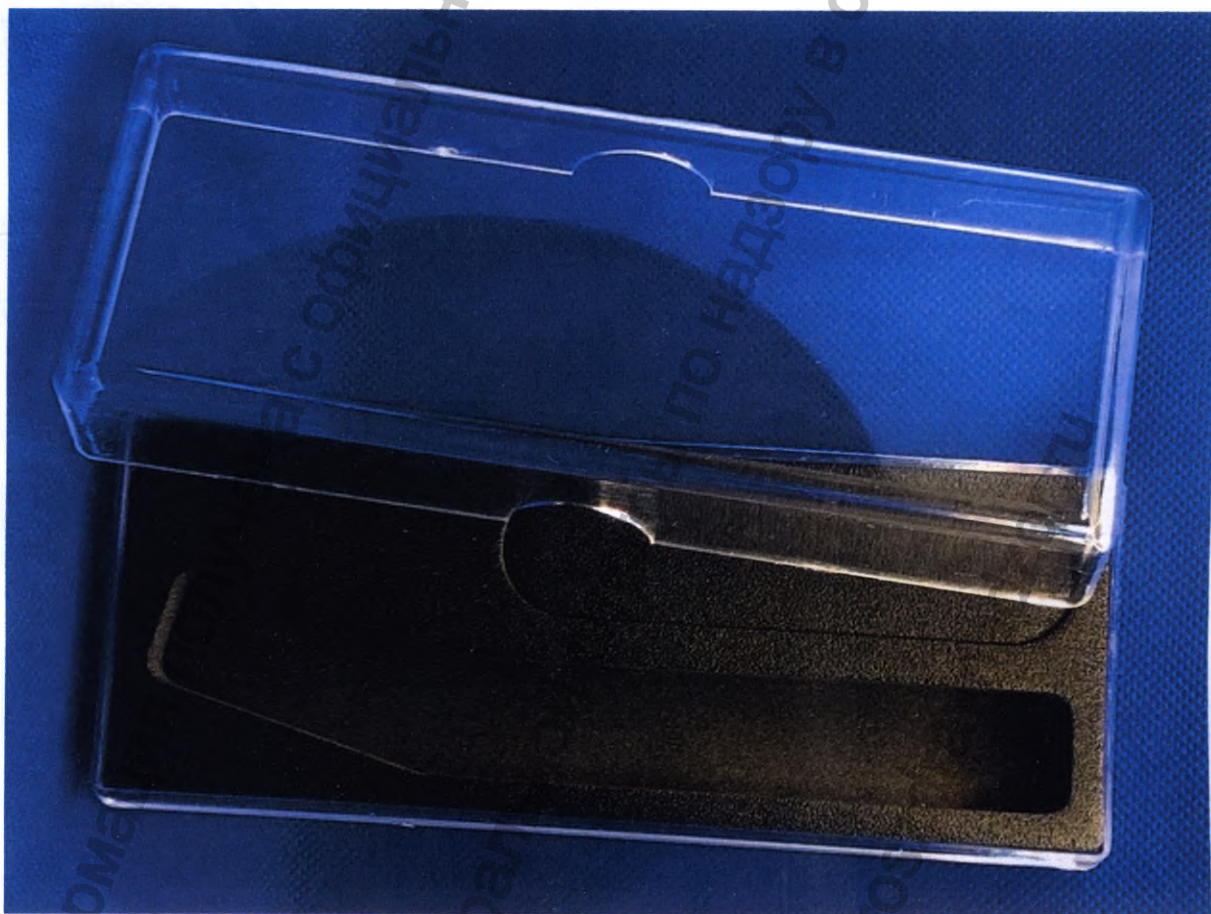

Рис. 2
2. Упаковка медицинского изделия (рис. 2)